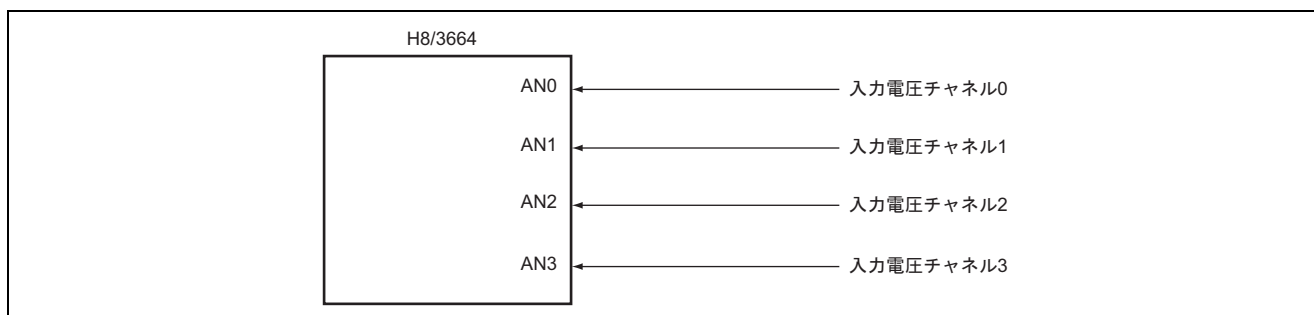

図 1 4 チャンネル A/D 変換による電圧測定
2. 図 1 に示すように、4 チャンネルの電圧を H8/3664 に入力し、A/D 変換した結果を RAM に格納します。